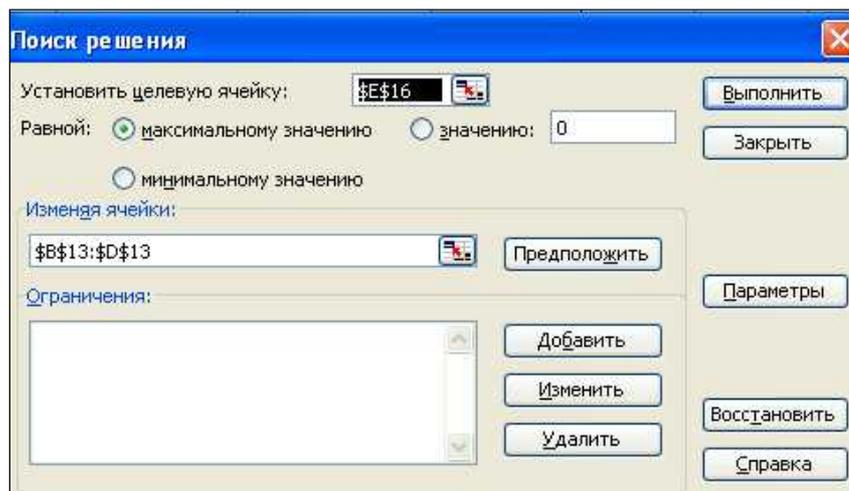

Рис.7. Фрагмент диалогового окна ПОИСК РЕШЕНИЯ
2. Ниже, для строки РАВНОЙ, выберите параметр МАКСИМАЛЬНОМУ ЗНАЧЕНИЮ (Рис. 7.).
3. В поле ИЗМЕНЯЯ ЯЧЕЙКИ введите диапазон ячеек с искомыми переменными B13:D13 (Рис. 7).